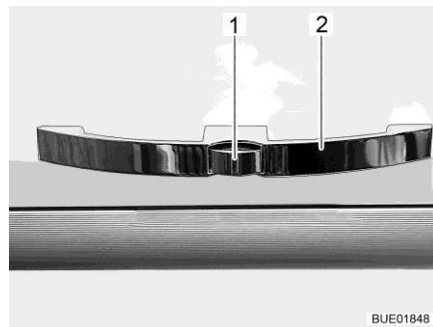

Fig. 85 Porte de placard avec poignée (exemple)
- Appuyer sur le bouton de déverrouillage (Fig. 85,1) de la poignée (Fig. 85,2) et le maintenir enfoncé.